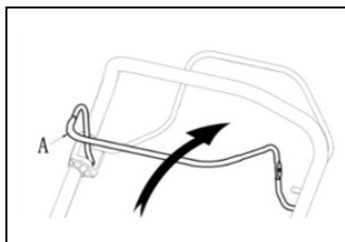

Fig.11B
2. Tirer le levier de frein moteur vers la poignée ; Fig.11B.